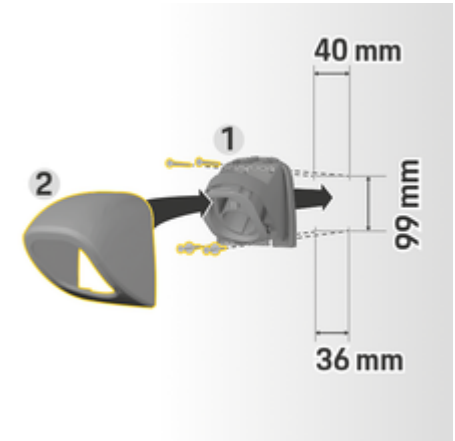

Abb. 5: Bohrmaße
1. Steckerhalterung 1 (Abb. 5) aus der Abdeckung 2 (Abb. 5) nehmen.
4. Steckerhalterung 1 (Abb. 5) an die Wand schrauben.
5. Abdeckung 2 (Abb. 5) von unten auf die Steckerhalterung 1 (Abb. 5) aufsetzen und nach oben drücken.